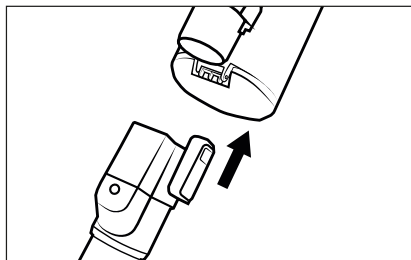

Fig. 1
- 1) Infilare il tubo di aspirazione **23** nell'apparecchio fino a quando non si innesta in posizione con un clic (vedere fig. 1).